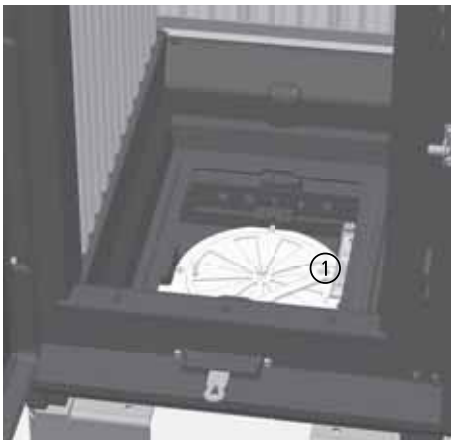

Abb. 6.2 Position des Geräteschilds
Das Geräteschild befindet sich seitlich unter dem Guss-Bodenrahmen ①, es kann zum Ablesen heraus geschwenkt werden ② (Abb. 6.2, Abb. 6.3).